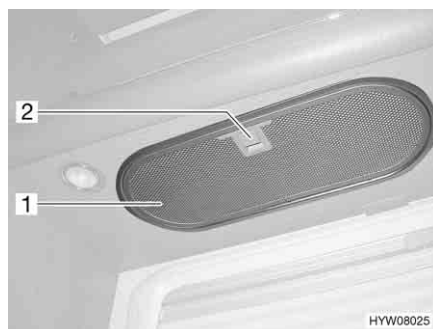

Fig. 222 Cappa di aspirazione
- Tirare la maniglia (Fig. 222,2) verso il basso. Il filtro è sbloccato.
- Estrarre il filtro (Fig. 222,1) verso il basso.